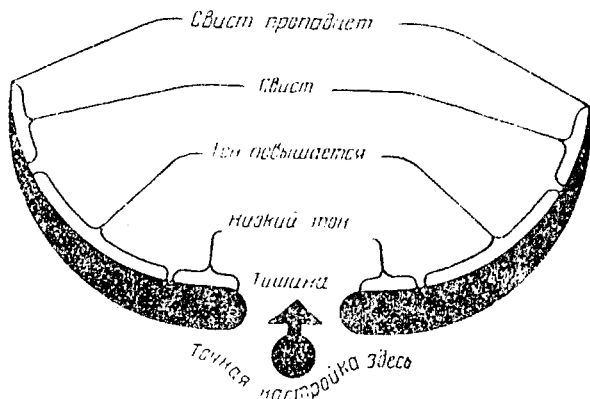

Рис. 12. Настройка радиостанции по нулевым биециям
3. Нажать кнопку контроля настройки «СЕТЬ» и, при наличии свиста, настроиться верньером шкалы установки частоты на нулевые биеции (рис. 12) до исчезновения свиста в телефонах.